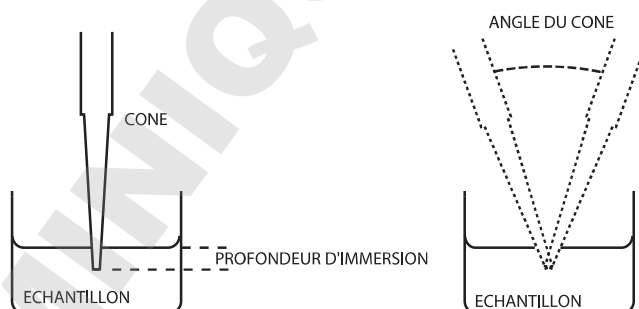

Figure 6 : Profondeur d'immersion et angle du cône
La profondeur d'immersion des cônes est essentielle ; n'allez pas au-delà, sous peine d'obtenir une mesure de volume inexacte ou en dehors de la plage spécifiée. L'angle du cône est également important : la pipette doit toujours être utilisée dans une position verticale ou à 20 degrés d'inclinaison maximum. Voir la figure 6 plus bas.
4. de garder une profondeur d'immersion homogène. Voir la figure 6.